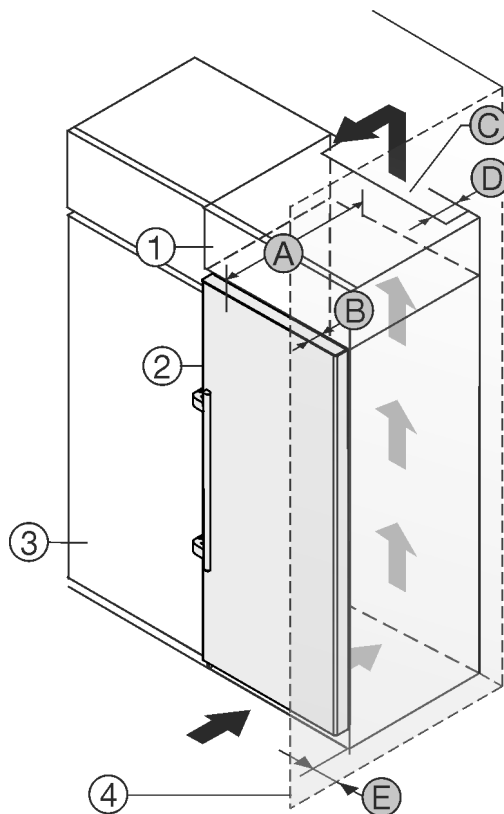

Fig. 8
Устройство может быть окружено кухонными шкафами. Чтобы уравнять устройство Fig. 8 (2) по высоте с кухонной стенкой, можно установить над устройством дополнительный шкафчик Fig. 8 (1).
Установить устройство можно непосредственно рядом с кухонным шкафом Fig. 8 (3). Чтобы можно было полностью открыть двери, устройство должно выступать на глубину Fig. 8 (B) относительно передней стенки кухонного шкафа. В зависимости от глубины кухонных шкафов и использования пристенных распорок устройство может выступать и больше.
- На задней стенке дополнительного шкафчика должен быть вентиляционный канал с глубиной Fig. 8 (D) по всей ширине этого шкафа.
- Нужно соблюдать вентиляционное отверстие Fig. 8 (C) под нижней панелью.
Если устройство установлено на шарнирах у стены *Fig. 8 (4)*, то нужно соблюдать расстояние *Fig. 8 (E)* между устройством и стеной. Настолько выступает ручка при открытой двери.